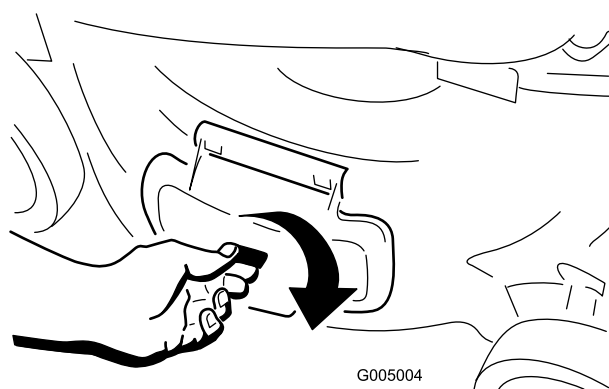

Figure 16
1. Unlock the side discharge door (Figure 16).